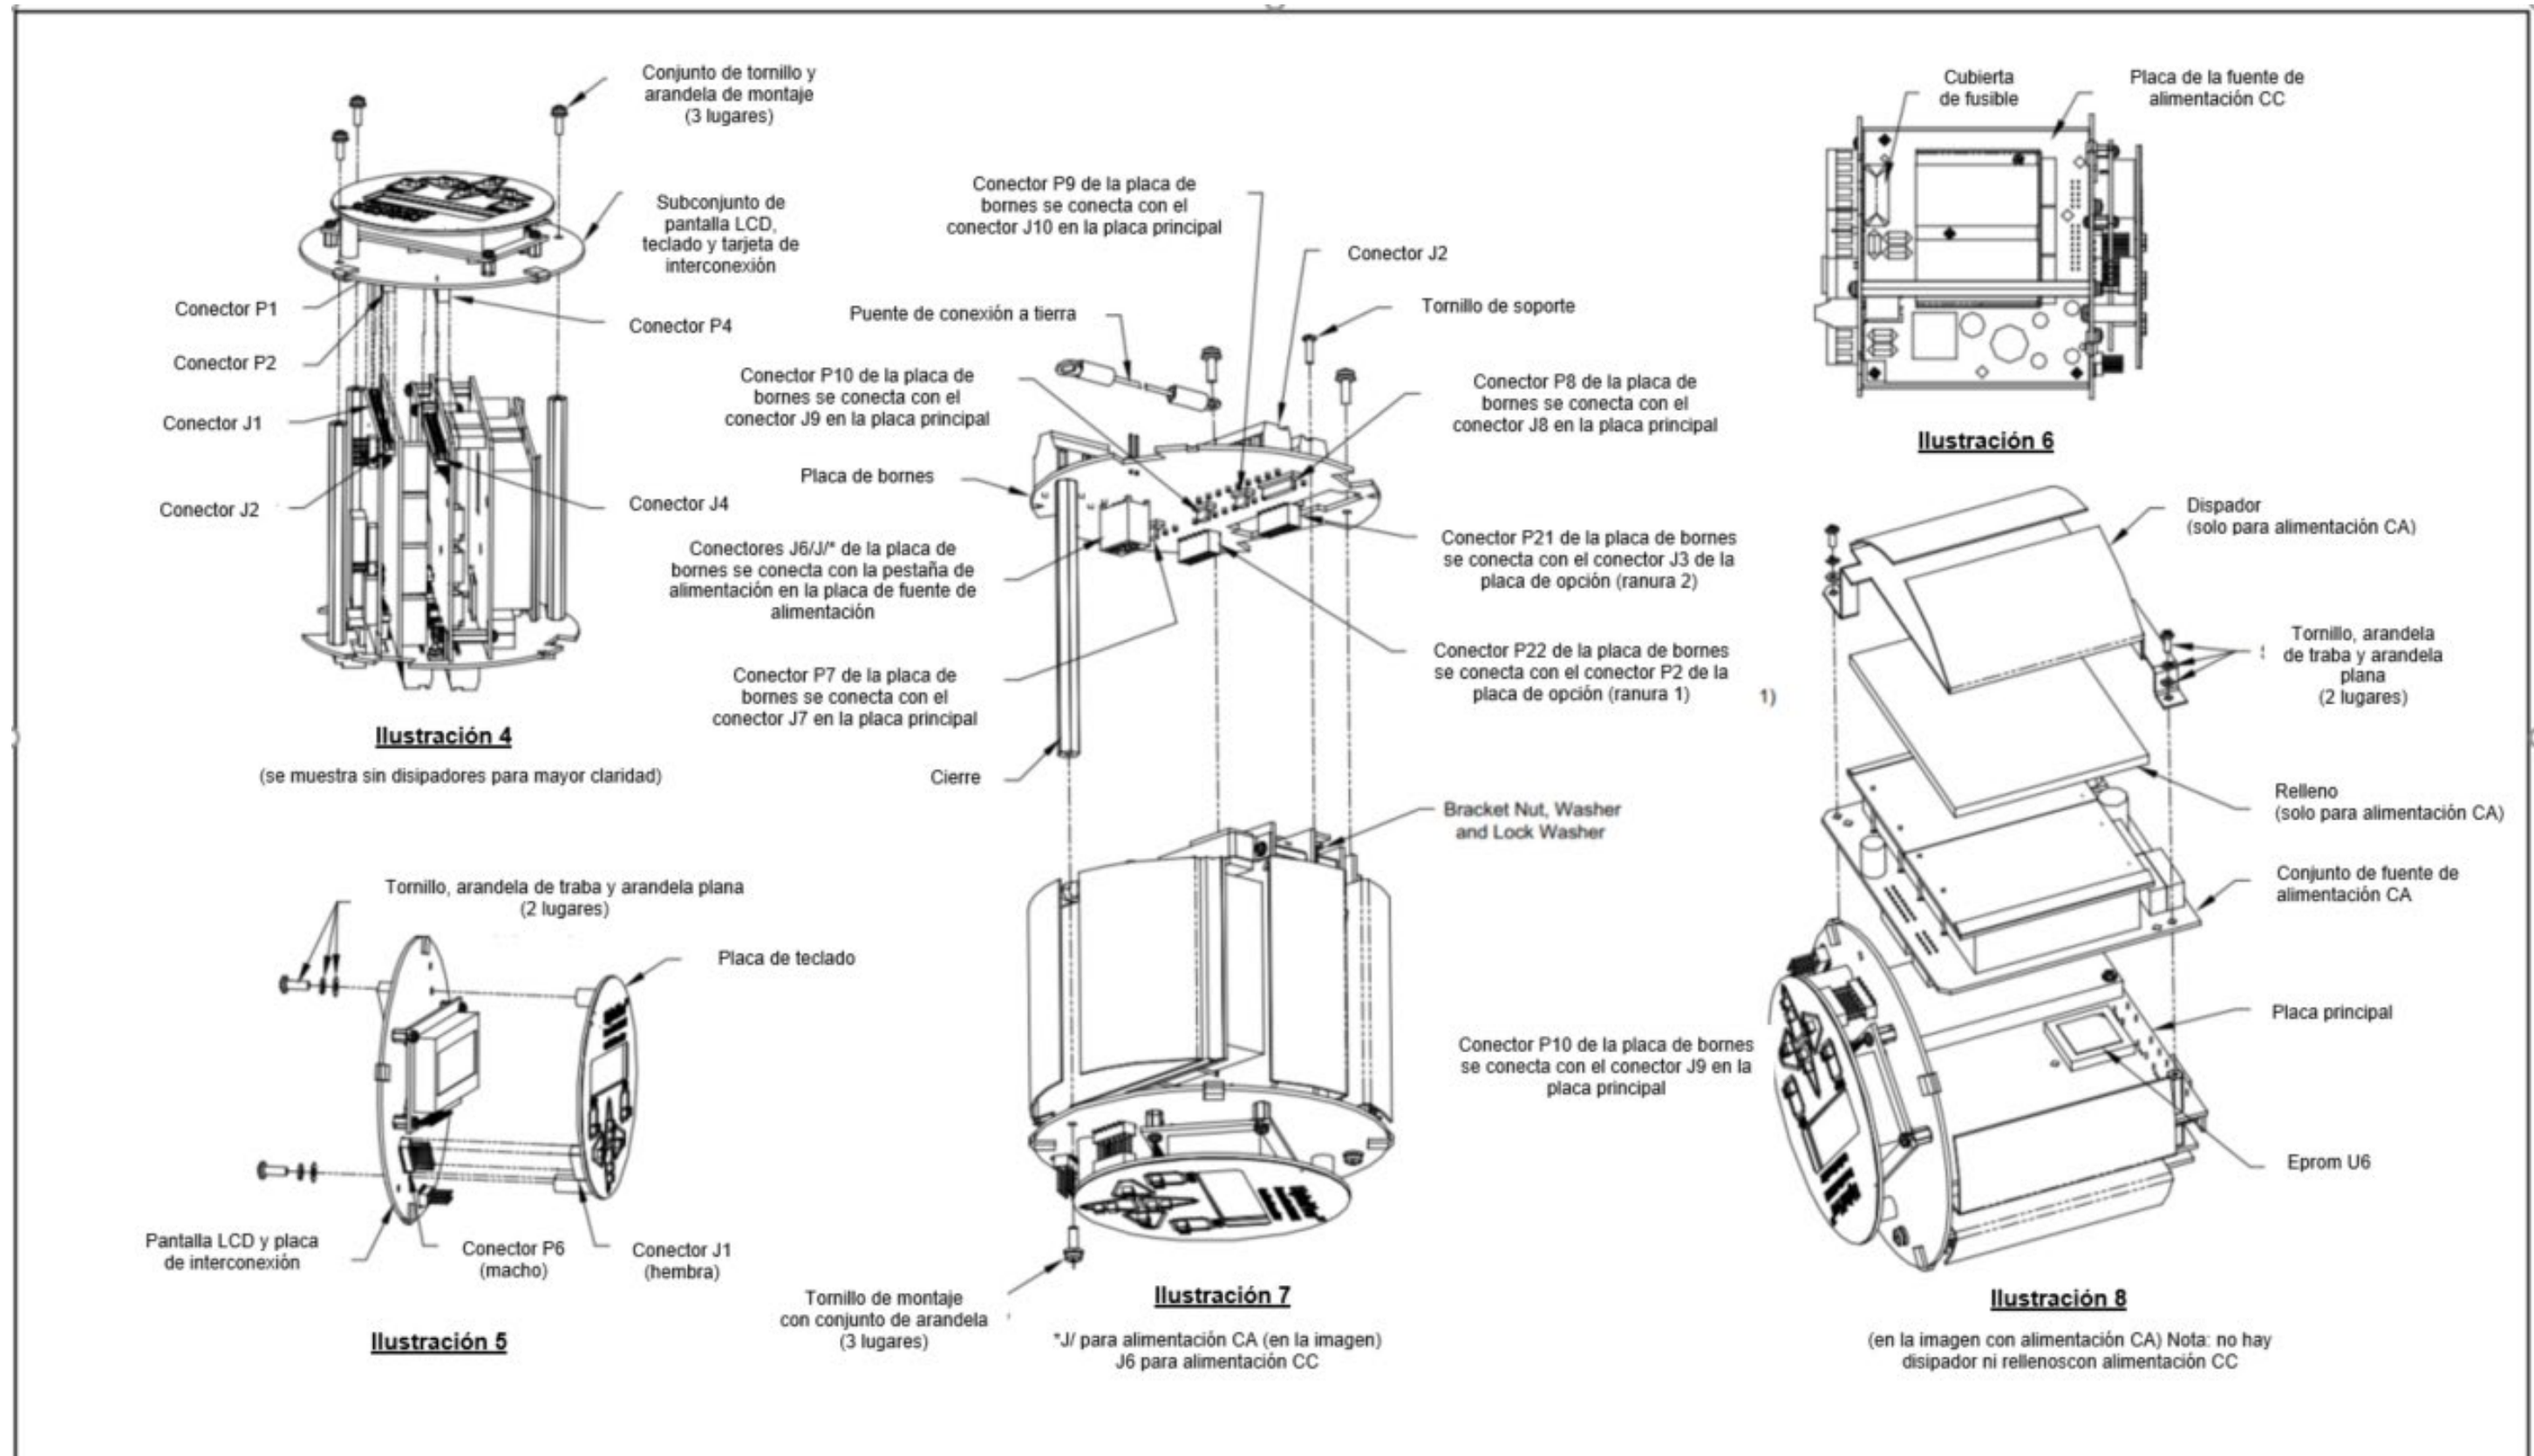

Figura 7: Subconjunto de la tarjeta de interconexión/pantalla LCD del modelo XGF8681
La pantalla LCD normalmente proporciona años de servicio fiable, pero es fácilmente reemplazable en el campo cuando sea necesario. Para sustituir la pantalla LCD, consulte la Figura 7 en la página 34 para ver la ubicación de los componentes y siga estos pasos:
2. Coloque el conjunto de la placa de circuito impreso sobre una superficie plana con la placa de la pantalla LCD hacia arriba. Consulte la Ilustración 4 de la Figura 7 en la página 34 y retire los tres tornillos de montaje (con arandelas planas y arandelas de seguridad) indicados.
3. Sujete el subconjunto de la pantalla LCD/placa del teclado/placa de interconexión por los bordes superior e inferior y tire de él con cuidado hacia arriba hasta que se suelte de la placa principal y de las placas opcionales. Consulte la Ilustración 5 de la Figura 7 en la página 34. Retire los dos tornillos de la parte posterior de la tarjeta de interconexión. A continuación, sujete el borde de la tarjeta del teclado con una mano y el borde de la tarjeta de interconexión/pantalla LCD con la otra y separe las dos tarjetas.
**Nota:** *Las dos tarjetas de circuitos están unidas por un conector situado debajo del borde superior de la tarjeta de la pantalla LCD (consulte la Ilustración 5 de la Figura 7 en la página 34). La pantalla LCD está unida a la tarjeta de interconexión como un subconjunto. No desmonte la pantalla LCD de la tarjeta de interconexión.*
6. Inserte y asiente firmemente el conjunto completo alineando el conector P4 de la placa de interconexión con el conector J4 de la placa principal y los conectores P1 y P2 con cualquier tarjeta opcional (según corresponda). Vuelva a colocar los tres tornillos retirados en el paso 2, mientras consulta la Ilustración 4 de la Figura 7 en la página 34.
3. Localice el fusible en el lado izquierdo de la placa de alimentación, justo debajo de la placa de terminales (consulte la Ilustración 6 de la Figura 7 en la página 34).
Para sustituir el Programa de Usuario, consulte la Figura 7 en la página 34 y siga los siguientes pasos:
2. Coloque el conjunto de la placa de circuito impreso sobre una superficie plana con el tablero de terminales hacia arriba. Consulte la Ilustración 7 de la Figura 7 en la página 34 y retire los *tres tornillos de montaje de la placa de circuito impreso* (con arandelas planas y arandelas de seguridad) indicados. De este modo también retirará el *punte verde de conexión a tierra*.
4. Retire los dos tornillos, las arandelas planas, las arandelas de seguridad y el disipador de calor de las esquinas de la placa de la fuente de alimentación (consulte la Ilustración 8 de la Figura 7 en la página 34).
La EPROM U6 está situada a lo largo del borde superior de la placa principal, en el lado que estaba orientado hacia la placa de la fuente de alimentación (véase la Ilustración 8 de la Figura 7 en la página 34). Es el único chip con zócalo en esta placa y tiene una etiqueta de identificación blanca.
4. Consulte de nuevo la Ilustración 7 de la Figura 7 en la página 34. Alinee con cuidado la placa de terminales con el conjunto de placa principal/fuente de alimentación y las dos placas opcionales (ranura 1 y ranura 2, si procede), de modo que los conectores indicados en la Tabla 5 queden enfrentados.
5. Fije el conjunto instalando los tres tornillos de montaje, las arandelas planas y las arandelas de seguridad que retiró anteriormente del tablero de terminales. Asegúrese de instalar un extremo del cable puente verde de conexión a tierra debajo del tornillo indicado en la Ilustración 7 de la Figura 7 en la página 34. El tornillo más pequeño debe utilizarse en la ubicación del soporte angular y fijarse con una tuerca, una arandela de seguridad y una arandela plana.